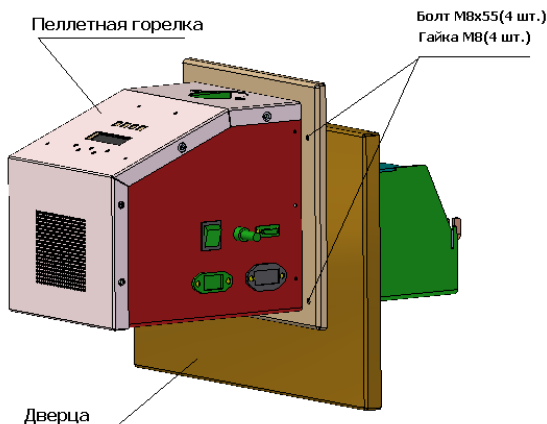

Рис.30 Дверца с пеллетной горелкой КОРИ 4/25
На кронштейны 6 (**рис.13**) вместо шуровочной дверцы 1 надеть дверцу из комплекта горелки КОРИ 4/25 (табл.2) в сборе с горелкой (**рис.30, 33**).
8.2.4 Демонтировать среднюю дверцу 3 (**рис. 2**), и заменить на дверцу из комплекта горелки КОРІ 4/25 или КОРІ 12/50 (см. табл.2) в сборе с горелкой (**рис.30**)